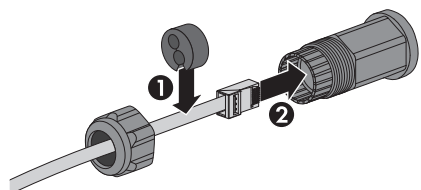

Figure 2.20 Chemin des câbles dans le presse-étoupe
2. Guidez les câbles à travers la base de l'onduleur via des presse-étoupes. Voir figure 2.20.